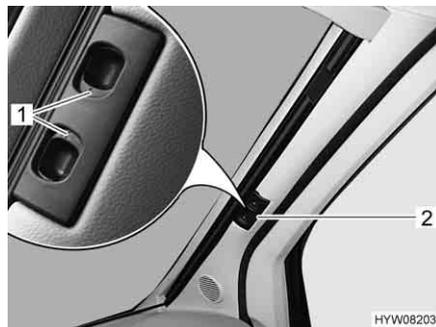

Fig. 88 Estor plegable para la luna delantera
- Presionar los tiradores de desbloqueo (Fig. 88,1) y mantenerlos presionados.
- Tirar el estor plegable para la luna delantera del tirador (Fig. 88,2) hacia el centro de la ventana.
- Empujar ambas mitades del estor plegable para la luna delantera en el tirador (Fig. 88,2) hacia afuera, hasta el tope. Al hacerlo, subir el tirador a la altura de la escotadura de bloqueo.
- Soltar los tiradores de desbloqueo (Fig. 88,1) y dejar que engatillen.